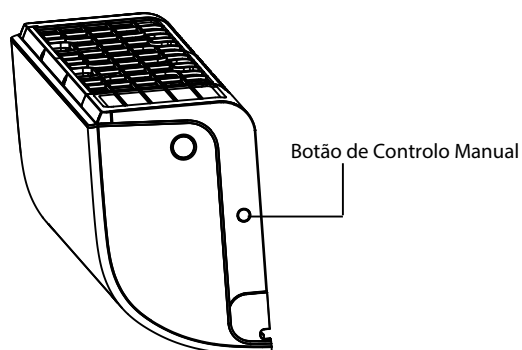

Fig. 8.1
1. Procure o botão de controlo manual, na lateral direita do painel da unidade. Ver Fig. 8.1